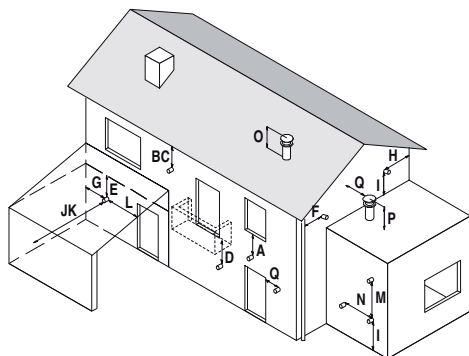

Figura 5.17
- e devono rispettare le distanze minime di Figura 5.17 ed eventuali norme nazionali e locali vigenti.